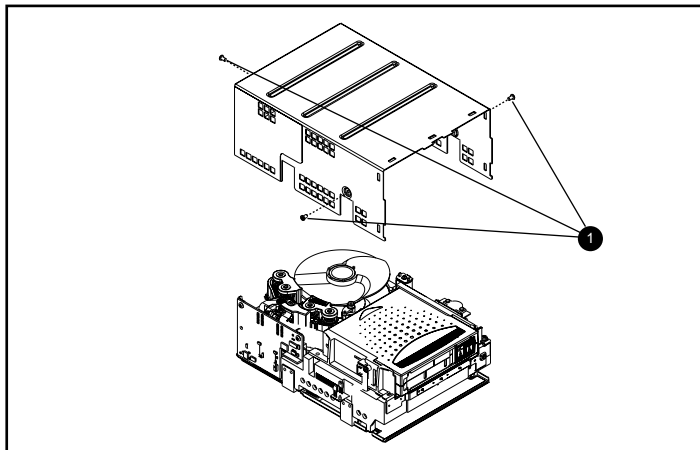

図8: カバーを取り外す
SDLTのカバーは、3本のネジでドライブに固定されています。ドライブの各側面に1本ずつあり、背面に1本あります。カバーを取り外すには、トルクス ドライバ (T-8) を使用してネジ❶をすべて取り外してから、カバーを持ち上げてください (図8を参照)。